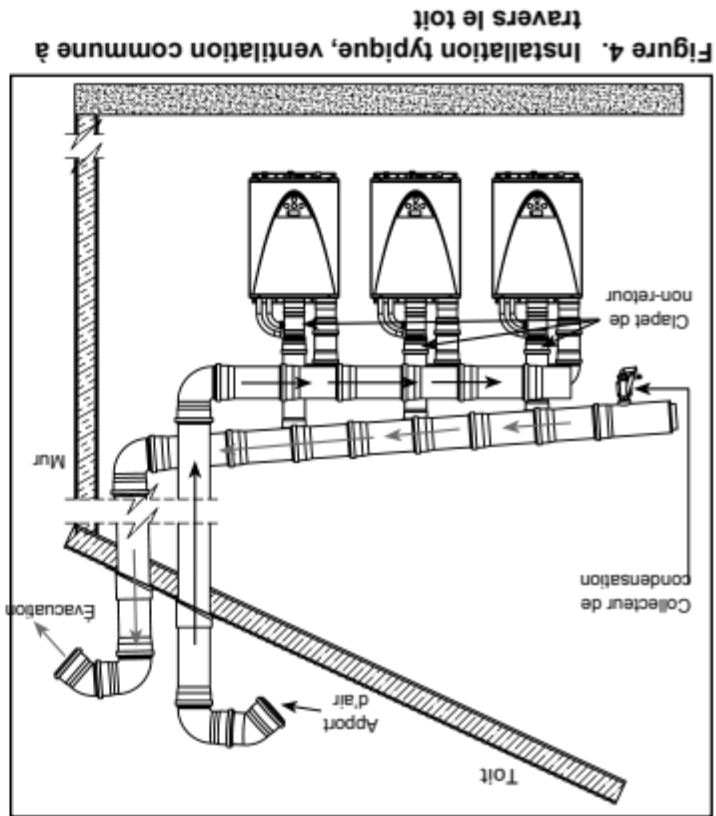

Figure 4. Installation typique, ventilation commune à travers le toit
6. La terminaison à travers le toit des conduits d'évacuation et d'approvisionnement d'air doit se composer d'un coude à 90° suivi d'un coude à 45°, comme illustré dans Figure 4 à Figure 11. Il est possible d'utiliser deux coudes à 90° successifs. Installez une grille anti-vermine (quadrillé minimum de 3/4 po (19 mm)) dans chacune des terminaisons afin de bloquer l'entrée de tout corps étranger.
| 5  | Installation typique, ventilation commune à travers le toit.                | Figure 4.  |